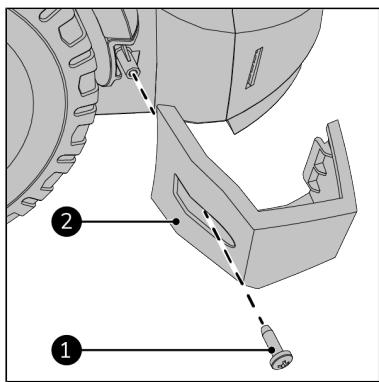

Abbildung 51.
1. Haken Sie den Strahlpistolenhalter (Abbildung 51, Pos. 2) am Hauptkörper ein.
3. Befestigen Sie die den Strahlpistolenhalter (Abbildung 51, Pos. 2) mit einer ST4,8x24-Schraube (Abbildung 51, Pos. 1) am Hauptkörper.